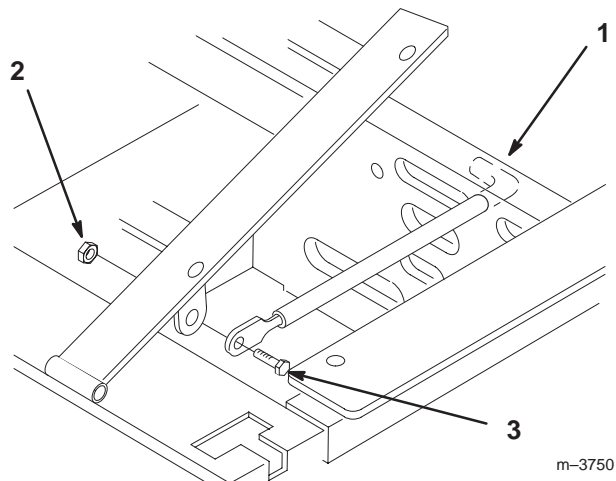

Figure 3
1. Basculez le siège en avant. Enlevez le contre-écrou (5/16") qui est vissé sur le boulon fixant la tige sur l'armature du siège (Fig. 3).
- Retirez la tige de maintien du siège et insérez l'extrémité en L dans le trou situé juste au-dessus du côté gauche de la pompe hydraulique (Fig. 3).
- Placez la tige de maintien du siège à l'extérieur de la patte de montage de l'armature du siège et fixez-la en place à l'aide d'un boulon (5/16 x 1") et d'un contre-écrou (5/16") (Fig. 3).